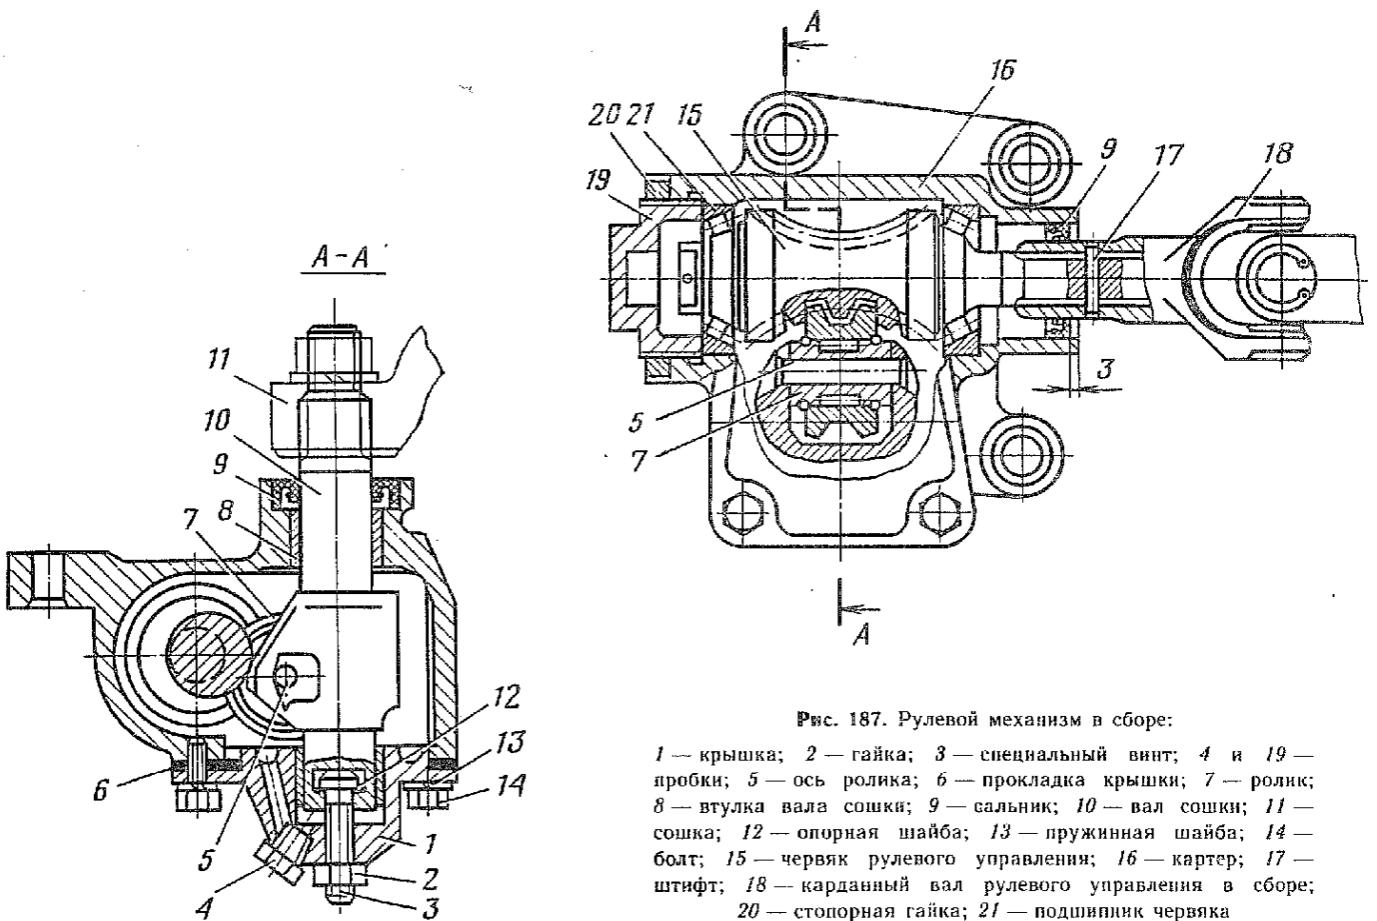

Рис. 187. Рулевой механизм в сборе:
- 1.1. Вывернуть пробку 4 (рис. 187) и слить масло (ключ 12, емкость для слива масла).
- 1.3. Снять прокладку 6 (рис. 187).
- 3.1. Установить ролик 7 (рис. 187) в паз вала 10 сошки, совместить отверстия вала и ролика и запрессовать ось 5, обеспечив равномерное выступание ее концов из ролика. Расклепать с электронагревом концы оси и зачистить (наставка медная, молоток 500 г).
- 3.2. Установить крышку 1 (рис. 187) в тиски (тиски 1-150, накладки для губок тисков).
3.9. Установить на червяк 15 (рис. 187) сепараторы и наружное кольцо второго подшипника 21, вставить червяк в картер 16 рулевого механизма.
Примечание. Во избежание повреждения кромки сальника 9 (рис. 187) острыми краями зубьев (шлифов) вала